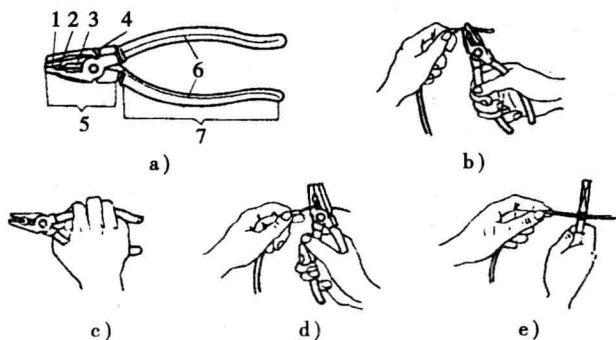

图 1—7 电工钢丝钳的构造及用途
(1) 电工钢丝钳的构造和用途。电工钢丝钳由钳头和钳柄两部分组成，钳头由钳口、齿口、刀口和铡口 4 部分组成，其构造及用途如图 1—7 所示。电工钢丝钳的用途很多，钳口可用来弯绞或钳夹导线线头，齿口可用来紧固或松开螺母，刀口可用来剪